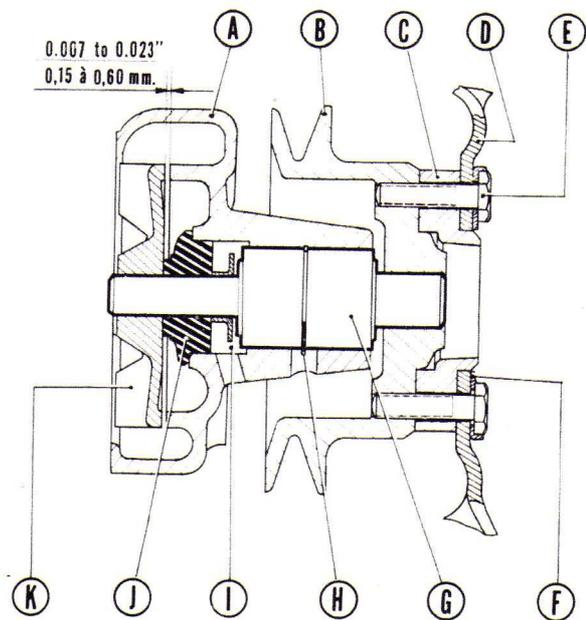

Fig. 4
4° A la presse, séparer la turbine de son arbre. Ainsi se trouve libéré le joint d'étanchéité et le déflecteur d'eau du roulement (fig. 4).
- 4° Placer les 3 vis de fixation, prisonnières de la poulie dans leur orifice. Monter la poulie d'entraînement à la presse. Après montage, le flasque AV de la poulie devra affleurer l'extrémité de l'arbre (fig. 4).